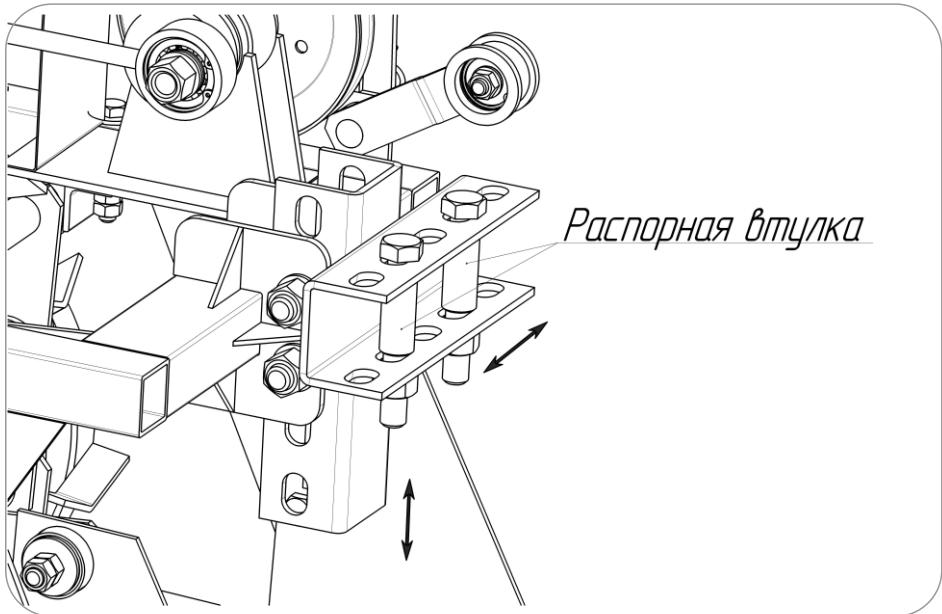

Рис.4 - Регулируемое сцепное устройство.
- Присоедините картофелевыкапыватель к мотоблоку при помощи регулируемой сцепки (рис.4), отрегулировав соосность шкивов мотоблока и картофелевыкапывателя и высоту, передвигая сцепку вверх или вниз, вправо или влево по отверстиям. При установке во внутрь швеллеров сцепки вставьте распорные втулки. Затем, через втулки, вставьте болты M16x110, затяните соединения.
При первом использовании агрегата необходимо отрегулировать глубину хода лемеха. Лемех должен идти в почве несколько ниже гнезд клубней картофеля, чтобы не повредить или не оставить их в почве. Регулировка глубины осуществляется при помощи сцепки (рис.4) и стоек колес. При укорачивании стоек опорных колес глубина хода лемеха увеличивается, а при удлинении – уменьшается.